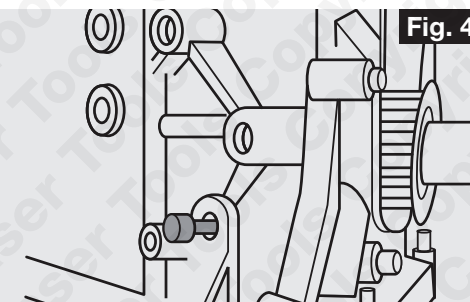

Fig. 4
Tourner le vilebrequin en s'arrêtant juste avant le point mort haut, monter (D) comme illustré puis tourner le vilebrequin jusqu'à ce qu'il touche la pige. Monter (D) avant de monter (A) ou (B). Voir la Fig. 4.